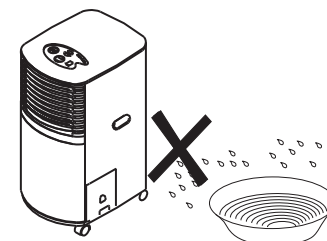

Abb. 3
- Benutzen Sie das Gerät nicht in feuchter Umgebung wie zum Beispiel einem Badezimmer oder einem Waschraum (Abb. 3).